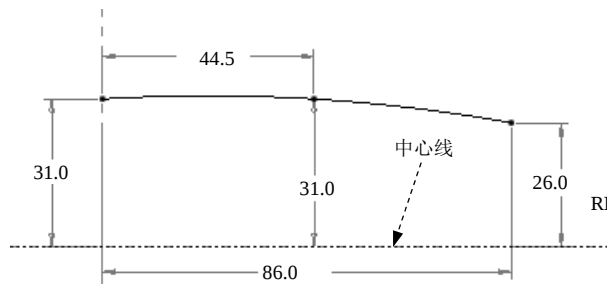
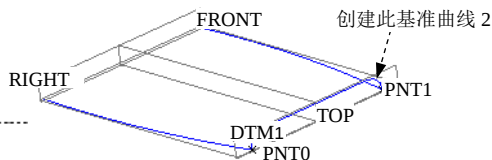

图 4.2.15 截面草图
图 4.2.16 创建曲线
(1) 单击 **模型** 功能选项卡 **基准** 区域中的“草绘”按钮
(2) 设置 FRONT 基准平面为草绘平面，RIGHT 基准平面为参考平面，方向为 **右**；接受系统默认参考 TOP 和 RIGHT 基准平面。
(3) 绘制基准曲线。
① 创建基准曲线 1_1。绘制图 4.2.15 所示的一条样条曲线。
② 创建镜像曲线 1_2，相关提示如下：
a) 绘制图 4.2.15 所示的中心线。
③ 单击“确定”按钮 。
Step3. 创建图 4.2.16 所示的基准曲线 2，相关提示如下：
(1) 创建基准平面 DTM1，使其平行于 RIGHT 基准平面并且过基准曲线 1_1 的顶点。
(2) 在操控板中单击“草绘”按钮 ；选取 DTM1 基准平面为草绘平面，TOP 基准平面为参考平面，方向为 **右**；绘制图 4.2.16 所示的截面草图。